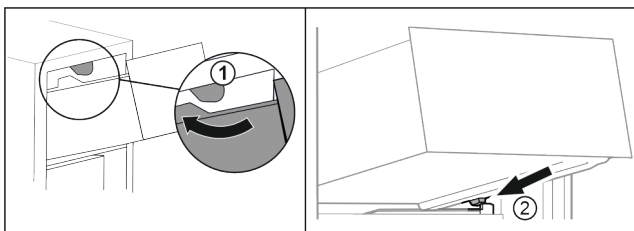

Fig. 63
- ▶ Preved'te zásuvku okolo horných zarážok. Fig. 63 (1)
- ▶ Nasad'te zásuvku šikmo za dolnými zarážkami na rebro nádoby. Fig. 63 (2)